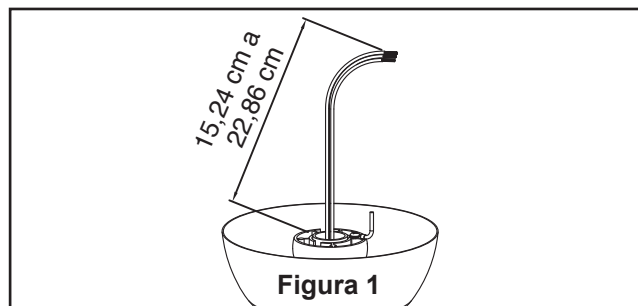

Figura 1
1. Corte el exceso de cable aproximadamente de 15 a 23 cm (6 a 9 pulgadas) por encima de la parte superior del barral. Pele 1,2 cm (1/2") del aislamiento en cada extremo del cable. (Figura 1)
Para evitar una posible descarga eléctrica, asegúrese de cortar la alimentación eléctrica de la caja de fusibles principal antes de colgar el ventilador. (Figura 1)